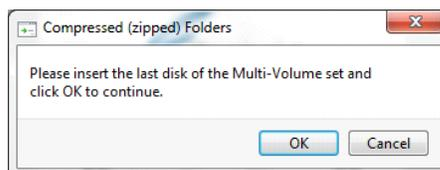

Figura 2-37. Schermata finale in Windows 7 al termine della scrittura del CD
Le schermate successive (dalla Figura 2-33 alla Figura 2-37) mostrano il programma di scrittura del CD man mano che il processo di scrittura avanza.
- F. Su un computer Windows 7, al termine della corretta scrittura del CD è possibile che compaia la schermata mostrata nella Figura 2-37. Prima di continuare, toccare o fare clic sul pulsante **OK** più volte fino a far scomparire la schermata.